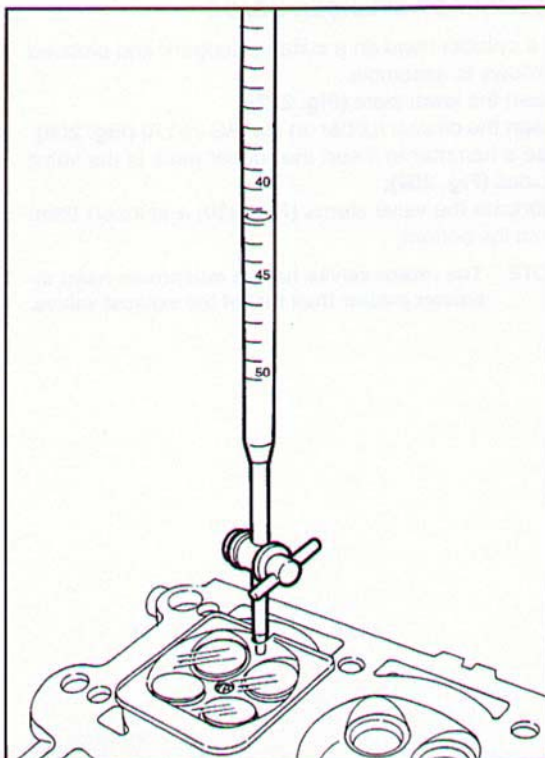

Fig. 206 ▲
- riempire una buretta graduata con una miscela di benzina e olio al 20% ed inserire il beccuccio nell'apporto incavo del piano in plexiglas, aprire il rubinetto e lasciar defluire la miscela fino al completo riempimento della camera di scoppio, quindi chiudere il rubinetto e leggere sulla buretta il valore corrispondente al volume della camera di scoppio (Fig. 206); il volume della camera di scoppio deve essere pari a:
- fill a graduated glass tube with a 20% mixture of petrol and oil and put the beak into the recess in the Plexiglas plate, open the tap and let the mixture flow out until the combustion chamber is completely filled, close the tap and read the volume of the combustion chamber on the graduated scale (Fig. 206); volume of the combustion chamber must be: